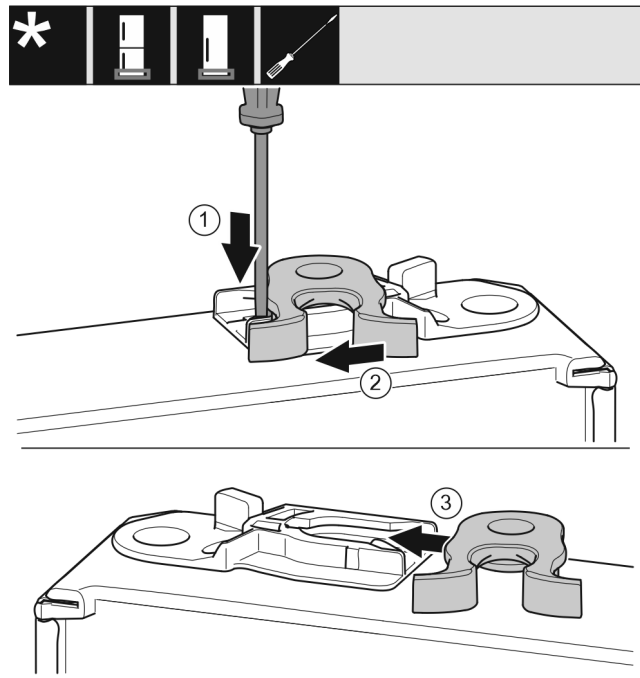

Fig. 19
- Нажмите шлицевой отверткой на накладку вниз. Fig. 19 (1)
- Выведите запорный крючок из направляющей. Fig. 19 (2)
- Вставьте запорный крючок в направляющую с другой стороны. Fig. 19 (3)